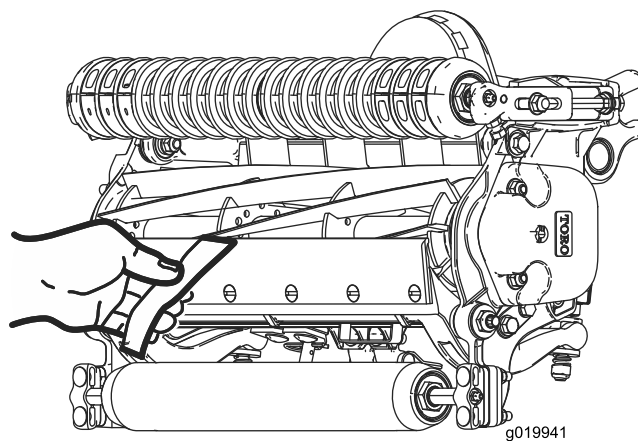

Figura 10
10. Pruebe el rendimiento de corte insertando una tira larga de papel de prueba del rendimiento de corte (Pieza Toro N° 125-5610) entre el molinete y la contracuchilla, perpendicular a la contracuchilla (Figura 10).